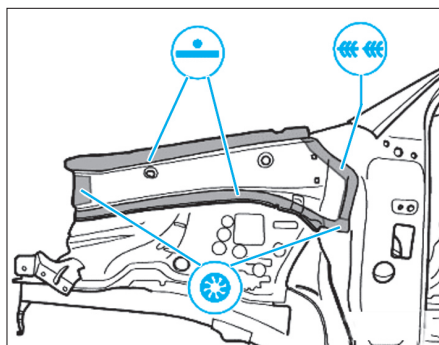

FIG. 9
- Souder la joue d'aile avant comme illustré (Fig.9).